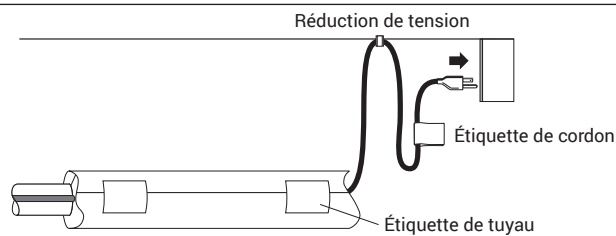

Figure 4. Réduction de tension
- Pour prévenir tout dommage au câble chauffant ou au cordon, fixer ce dernier (conducteur froid) à l'aide d'une attache en plastique, du ruban en toile de verre ou du ruban en toile (voir figure 4).